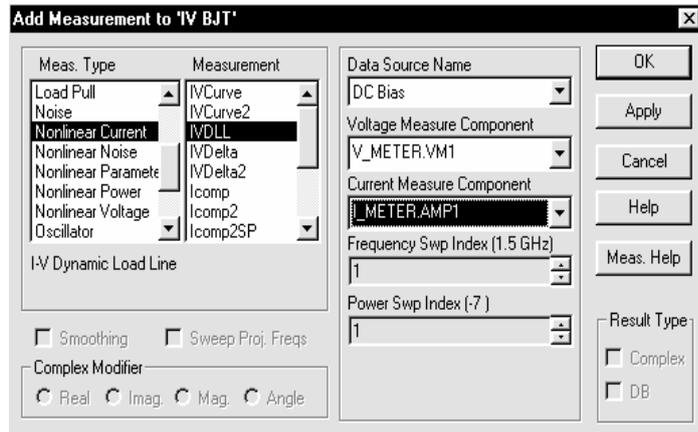

Рис. 3.24
4. Выберите **Nonlinear Power** в окне списка **Meas Type**. Выберите **IVDLL** в окне списка **Measurement**. Выберите **DC Bias** в поле **Data Source Name**, выберите **V_METER.VM1** в поле **Voltage Measure Component**, выберите **I_METER.AMPI** в поле **Current Measure Component**, выберите **1** в поле **Frequency Swp Index** и в поле **Power Swp Index** и нажмите **Apply**. (Рис. 3.24).